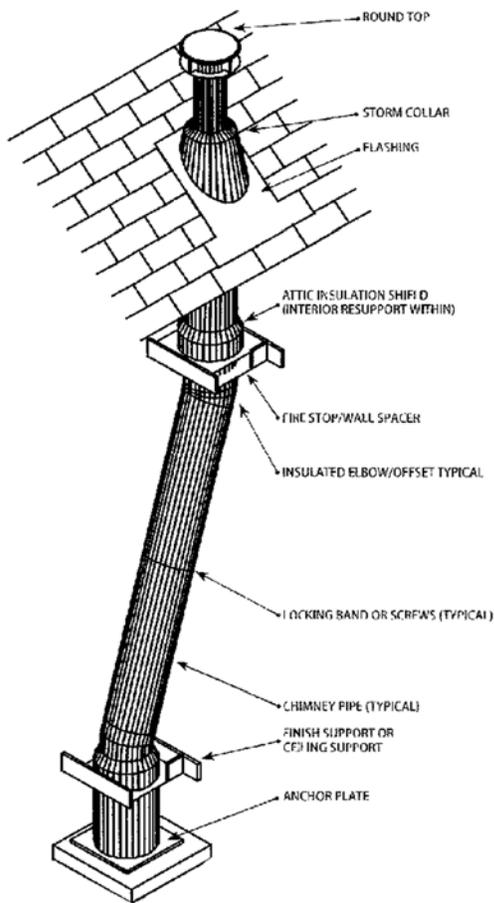

Figure 24. Construction d'une cheminée en métal
- B. Terminez l'installation de la cheminée comme indiqué sur la figure 24. Au fur et à mesure que la cheminée se prolonge dans le grenier jusqu'au toit, fixez des sangles de fixation aux chevrons et aux solives, selon les besoins, pour assurer la stabilité.